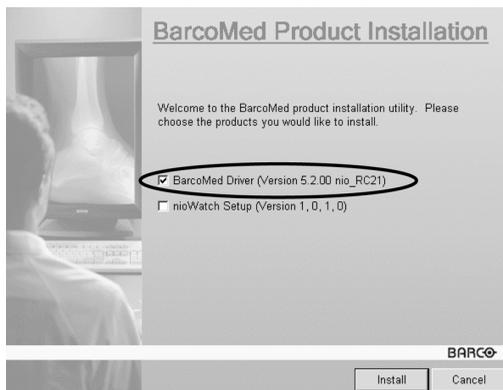

Figure 50
3. Per aggiornare il driver, deselezionare la casella di controllo accanto a **“NioWatch Setup”** (figure 50), quindi fare clic su **“Install”**.